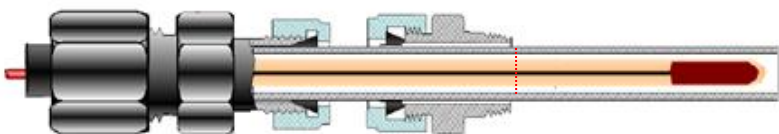

图 3
3、在电极管体与 NPT 最外端标记，如图 3 所示
4、按图 3 所标记的位置将卡套管接头的 a 部分固定到台钳上，如图 4 所示